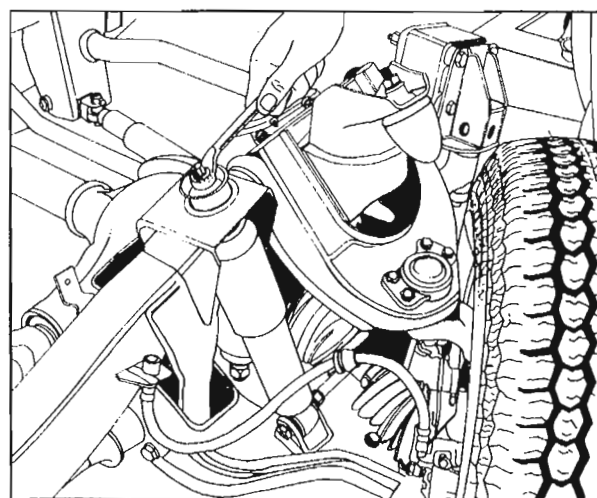

Fig. 6 – Desmontaje del amortiguador
- Destornille y retire la tuerca nyloc que sujeta la parte superior del amortiguador (Fig.6). Retire el espaciador y el casquillo.